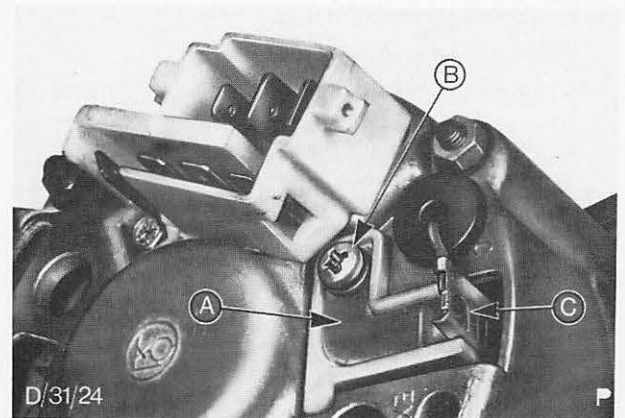

Abb. 72 Bürstenhalter abbauen
2. Bürstenhalter-Kabel abklemmen und Bürstenhalter ausbauen. Abb. 72.